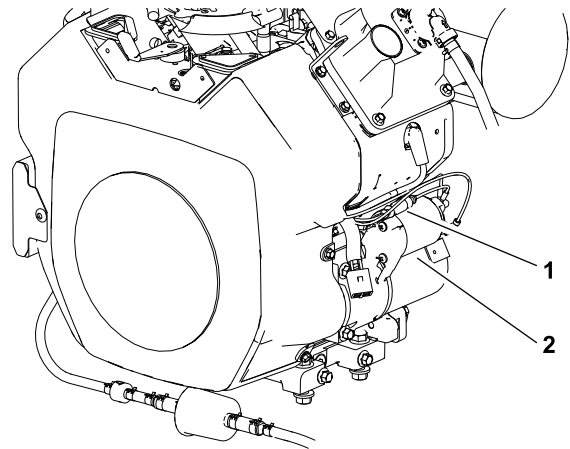

Figura 41
- În apropierea demarorului, separați jumătățile suportului pentru siguranță în linie al cablajului motorului (Figura 41).
- Asamblei jumătățile suportului pentru sigurană în linie (Figura 41).